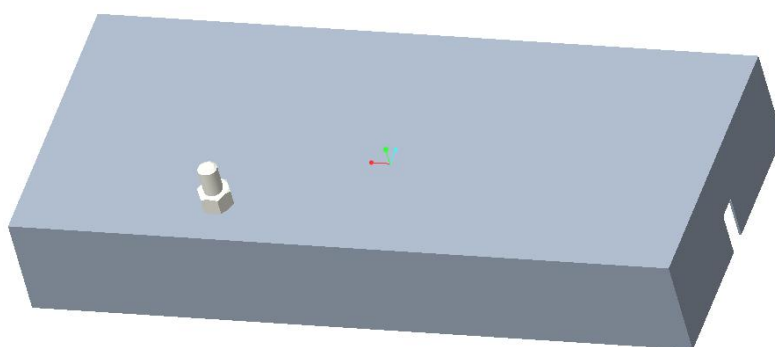

图 3.3.6 保护罩安装效果图
6、如图 3.3.6 所示，将保护罩盖上，并用螺母进行紧固。